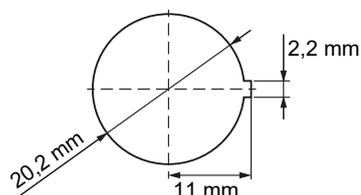

Рисунок 24: Отверстие для контрольного прибора
- ▶ В приборной доске просверлите отверстие $\varnothing = 20,2$ мм для контрольного прибора (см. Рисунок 24).